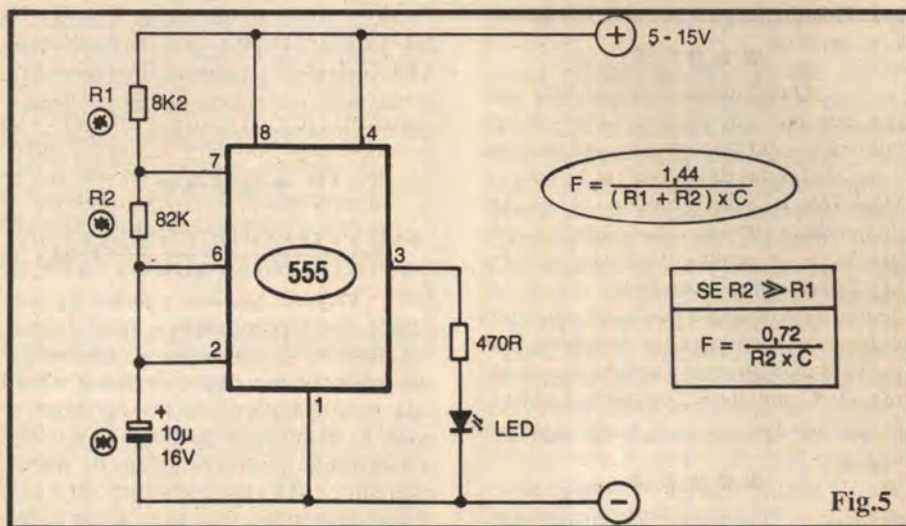

Fig.5
**- FIG. 5 - SEGUNDO CIRCUITO EXEMPLO: UM ASTÁVEL COM 555** - O diagrama mostra a estrutura básica de um circuito **ASTÁVEL** centrado no 555, ou seja: um oscilador, gerando na sua Sáfda (pino 3) uma "onda quadrada", sequência de pulsos bem nítida, cada um deles "indo" desde um Potencial correspondente à linha do **negativo** da alimentação, até uma Tensão praticamente correspondente à do **positivo** da dita alimentação (e com razoável simetria, ou seja: *durações* dos Tempos "alto" e "baixo" bastante semelhantes...). Como no circuito/exemplo a Frequência fundamental é bem baixa, optamos ainda pelo "velho" LED como indicador, como "tradutor" visual dos pulsos gerados, com